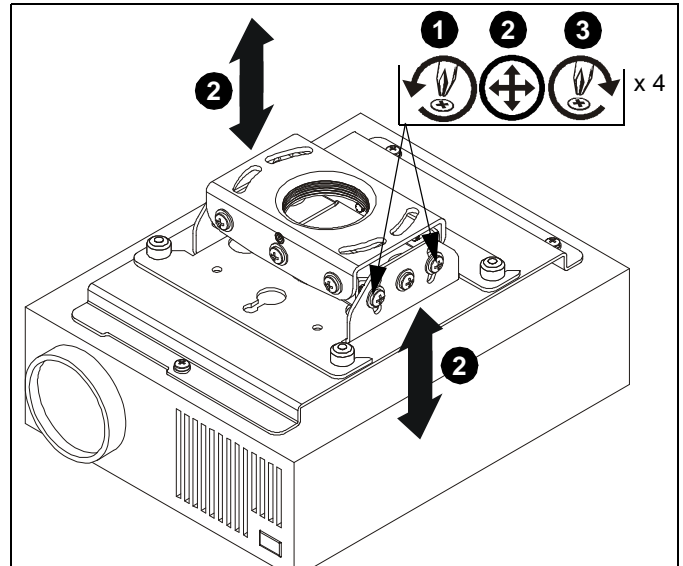

Abb. 9
2. Stellen Sie den gewünschten Projektorneigungswinkel ein. (Siehe Abb. 9)